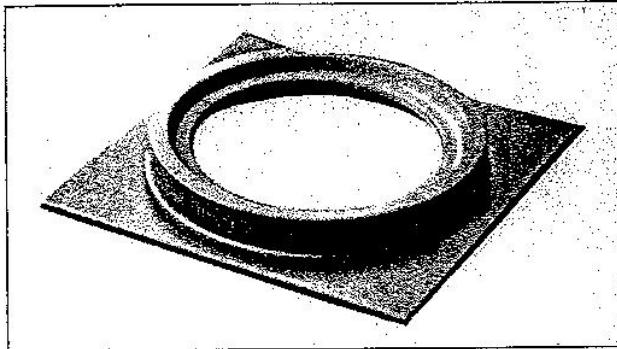

Fig. 26 Bæreplate av støpegods.
- Dersom pipa allerede er frosset i stykker, må den delen som er ødelagt rives og ny må mures opp. Dette kan enkelt og effektivt utføres med en bæreplate av støpegods (se fig. 26) og LECA pipe.